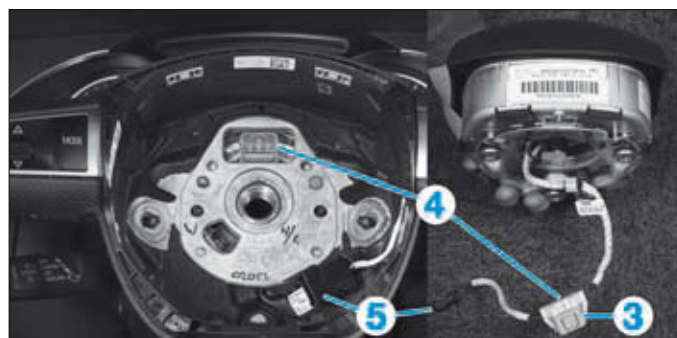

FIG. 3
- Déverrouiller la sécurité (3) en la couissant puis débrancher les connecteurs (4) et (5) (Fig.3).